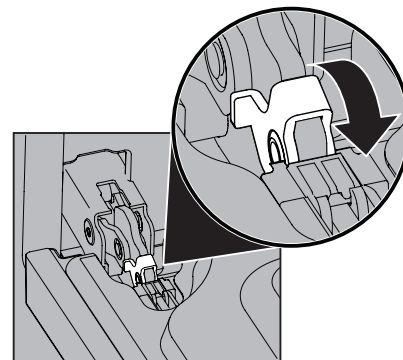
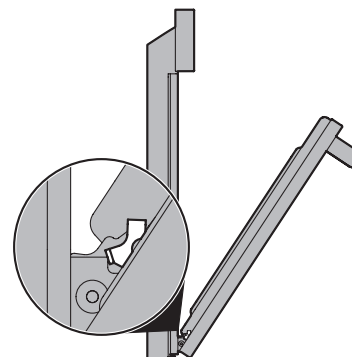

Figure 16: Serrure de charnière de porte
Figure 17: Position de retrait
2. Tirez vers l'avant le verrou situé sur chaque support de charnière du four jusqu'à ce que le verrou s'arrête. Vous devrez peut-être appliquer une petite pression vers le haut sur le verrou pour le tirer vers le haut (Figure 16 et Figure 17).
2. Tenez la porte du four au même angle que pour le retrait. Insérez avec précaution les leviers de charnière dans le cadre du four jusqu'à ce que vous sentiez que les leviers de charnière sont logés dans les encoches de charnière. Les bras de charnière doivent être entièrement insérés dans les encoches de charnière avant que la porte du four ne puisse être complètement ouverte. (Figure 17).